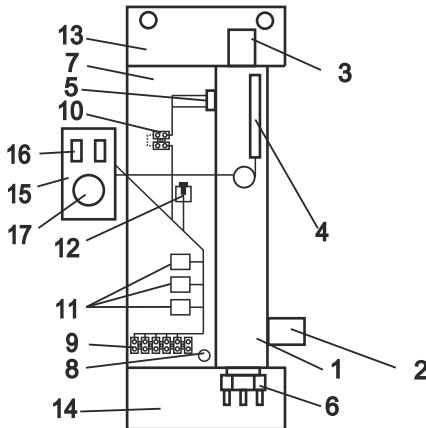

Рисунок 2 (кожух не показан):
4.3 Приборы ЭВАН-NEXT в соответствии с рис. 2 состоят из следующих основных частей:
- котла в теплоизоляции (1) с входным (2) и выходным (3) патрубками G1, датчиком терморегулятора (4), аварийным самовозвратным термовыключателем (5), отключающим прибор при 92°C , и блоком ТЭНов (6);
- панели установочной (7), с размещенными на ней: зажимом заземления (8) для подключения защитного проводника PE; зажимом винтовым (9), служащим для подключения внешнего силового кабеля и циркуляционного насоса; зажимом винтовым (10) для подключения датчика температуры воздуха, реле коммутации (11) и предохранителем циркуляционного насоса (12);
- верхнего (13) и нижнего (14) кронштейнов;
- панели управления (15), с расположенными на ней выключателями ступеней мощности (16) и терморегулятором (17), служащим для установки температуры нагрева теплоносителя.